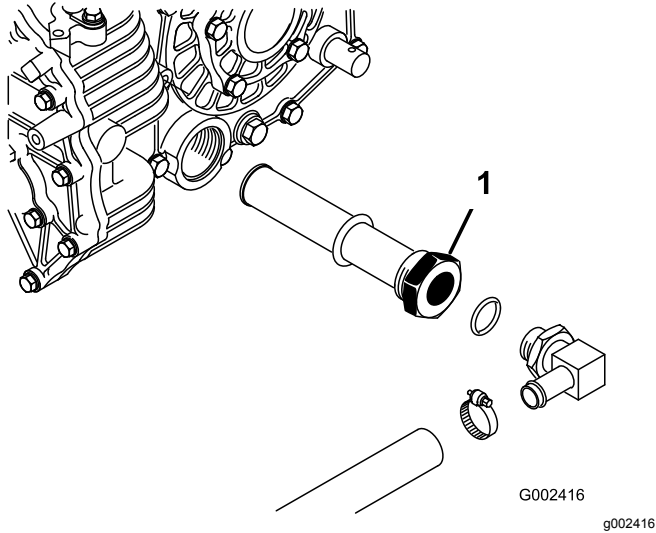

图67
3. 记下连接至液压油箱侧面滤网的液压油软管和 90°接头的方向图67。